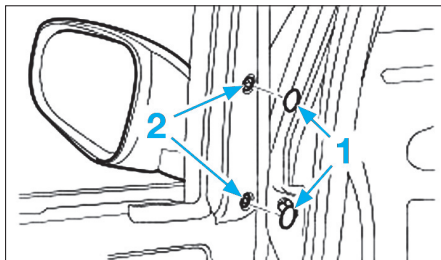

Fig. 50
- Déposer les capuchons (1) (Fig.50).